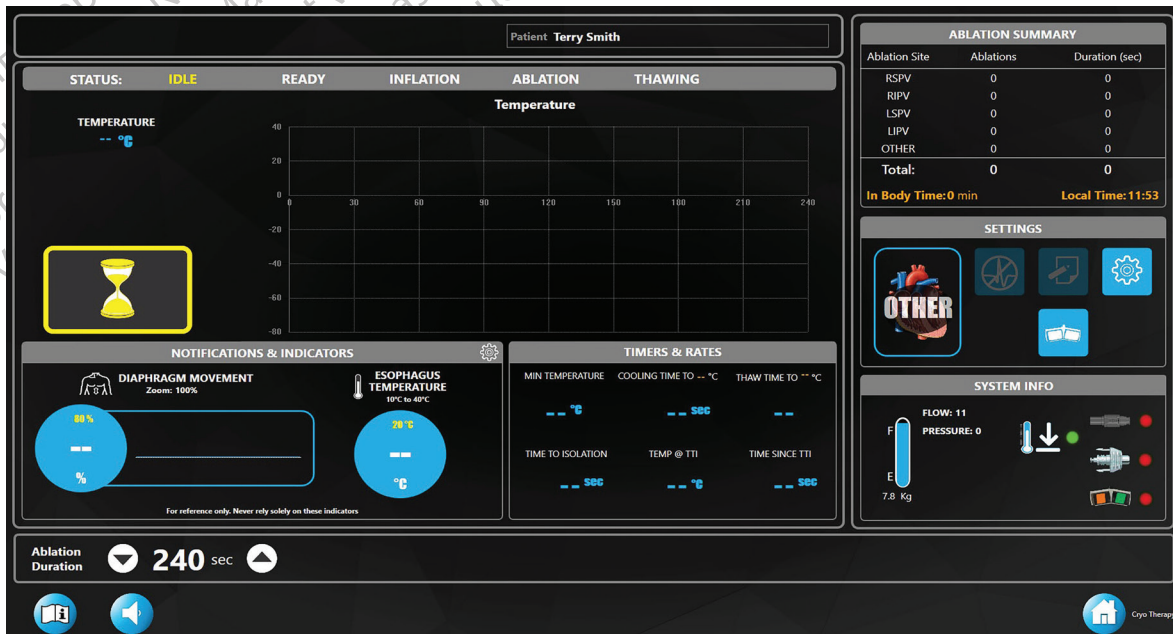

Figura 4. Pantalla Therapy (Terapia) en estado inactivo
7. Se abrirá la pantalla Therapy (Terapia) (Figura 4).
<p>Indica el estado actual del sistema (IDLE [Inactivo], READY [Listo], INFLATION [Inflado], ABLATION [Ablación], THAWING [Descongelación]). Se resaltaré el estado activo (el estado del sistema debe indicar IDLE [Inactivo] tal como se muestra en la Figura 4).</p>